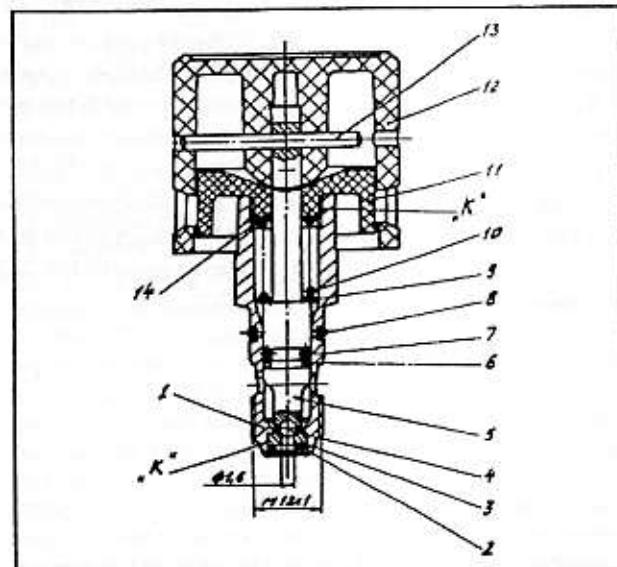

Рис. 11
Рис. 11. Перепускной клапан (0.169-248). 1 - корпус перепускного клапана (0.169-344); 2 - кольцо зажимное (05-1.10.03); 3 - седло клапана (0.169-345); 4 - шарик 0 3 мм (9941521); 5 - держатель шарика (0.169-347); 6 - шайба защитная (9971367); 7 - кольцо резиновое (9971363); 8 - кольцо (9971365); 9 - шайба (9920202); 10 - пружина перепускного клапана (0.169-346); 11 - тарелка (0.036-362); 12 - ручка перепускного клапана (0.158-349); 13 - штифт (9930501); 14 - шайба установочная (99-2.06.02); «к» - уплотнительный клей
5.2.8. Перепускной клапан (рис. 11). Седло и шарик выполнены из износостойких материалов. Седло с прокладкой завальцована в корпусе. Шарик завальцована в держателе. В корпус ввернута на краю пластмассовая тарелка с двумя взаимоперпендикулярными канавками на торце, выполненными на разных уровнях. Ручка защифтована на хвостовике держателя. Ручка клапана имеет два положения: клапан открыт «1-1» клапан закрыт «О-О». Ручку можно поворачивать в любую сторону.